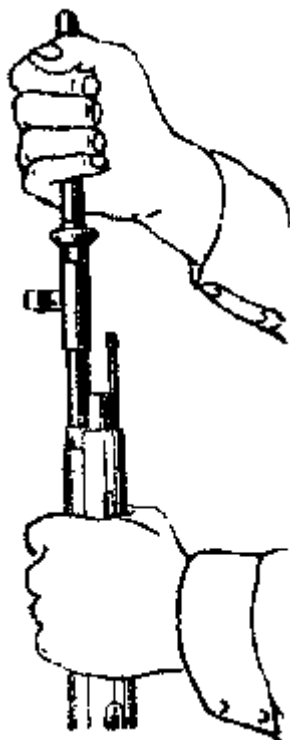

Рис. 7. Надевание mortarки на ствол винтовки
- в) взять мортирку, надеть её на ствол винтовки и повернуть так, чтобы основание мушки вошло в поперечную прорезь мортирки (рис. 7);